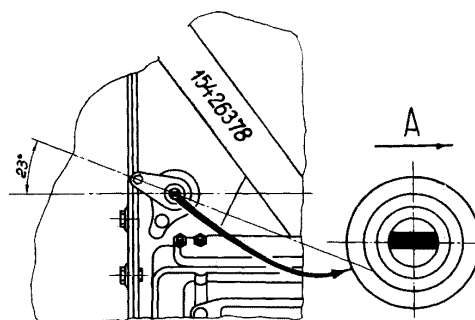

Рис. 7-8 Установка привода распределителя
3. Закрепить корпус привода держателем и гайкой так, чтобы кронштейн с резьбовым отверстием, имеющийся на корпусе привода, был направлен назад, считая по ходу автобуса, и повернут, примерно, на 23° влево по часовой стрелке от продольной оси двигателя, как указано на рис. 7-8.